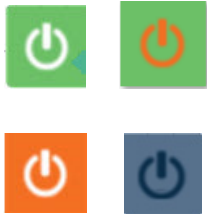

FIGURA 3-27
Si se selecciona la limitación de pared en el menú de limitaciones del WRL, se muestra la vista de limitación de pared (Figura 3-27).
acciones posteriores. En la Figura 3-27 puede verse que el símbolo del número de la pared ha sido seleccionado y está resaltado con el color naranja. La Tabla 3-8 muestra los objetos disponibles en la vista de limitación de pared.
1. La vista de limitación de pared (Figura 3-27) se mostrará en la pantalla (y en este caso no hay ninguna pared virtual definida o activa).
9. Use el botón aceptar para aceptar la posición actual de la grúa como punto B. La ubicación del punto ahora debe mostrarse en la vista con la etiqueta "1b". La vista también debe mostrar una "zona prohibida" de color marrón carmesí para la zona que sobrepasa la frontera de la pared virtual (como el caso de las 2 paredes en la Figura 3-27). Realice una inspección visual de la vista y de la zona alrededor de la grúa para verificar que la pared virtual determine correctamente la zona que se desea. También tenga en cuenta que la pluma está ahora en la limitación de pared, de modo que las alarmas probablemente estarán sonando. Ahora puede alejar la pluma de la pared para suspender la alarma. Consulte la Tabla 3-2 para conocer cómo funciona la alarma cuando la opción de bloqueo no está en uso.
1. La vista de limitación de pared (similar a la Figura 3-27) se muestra en la pantalla.
1. La vista de limitación de pared (Figura 3-27) se muestra en la pantalla.